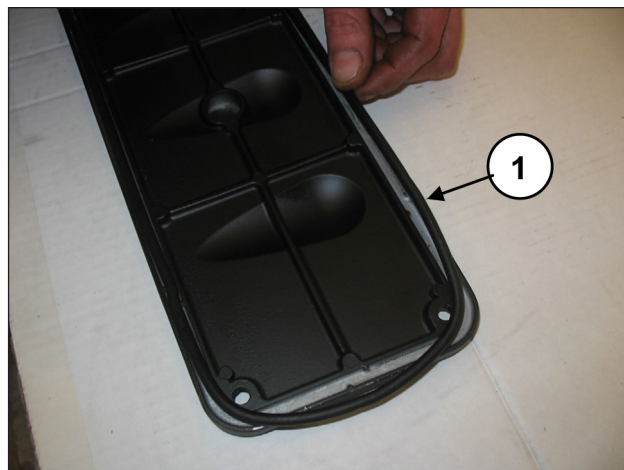
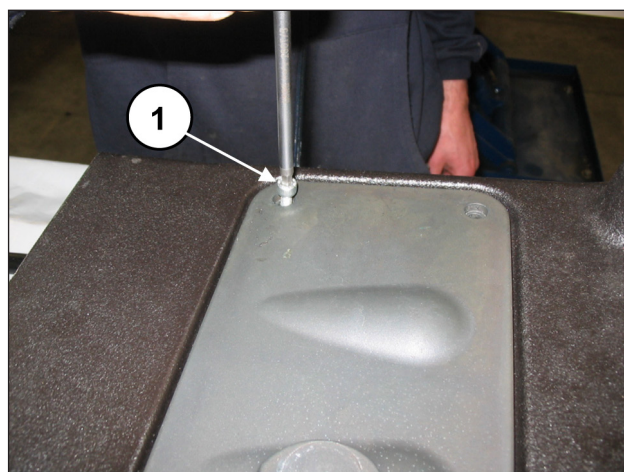

图 99
图 100
在检测盖上插入O形圈(位置①，图 99)并安装两个检测盖，可使用4+4螺丝M6x14(位置①，图 100)。